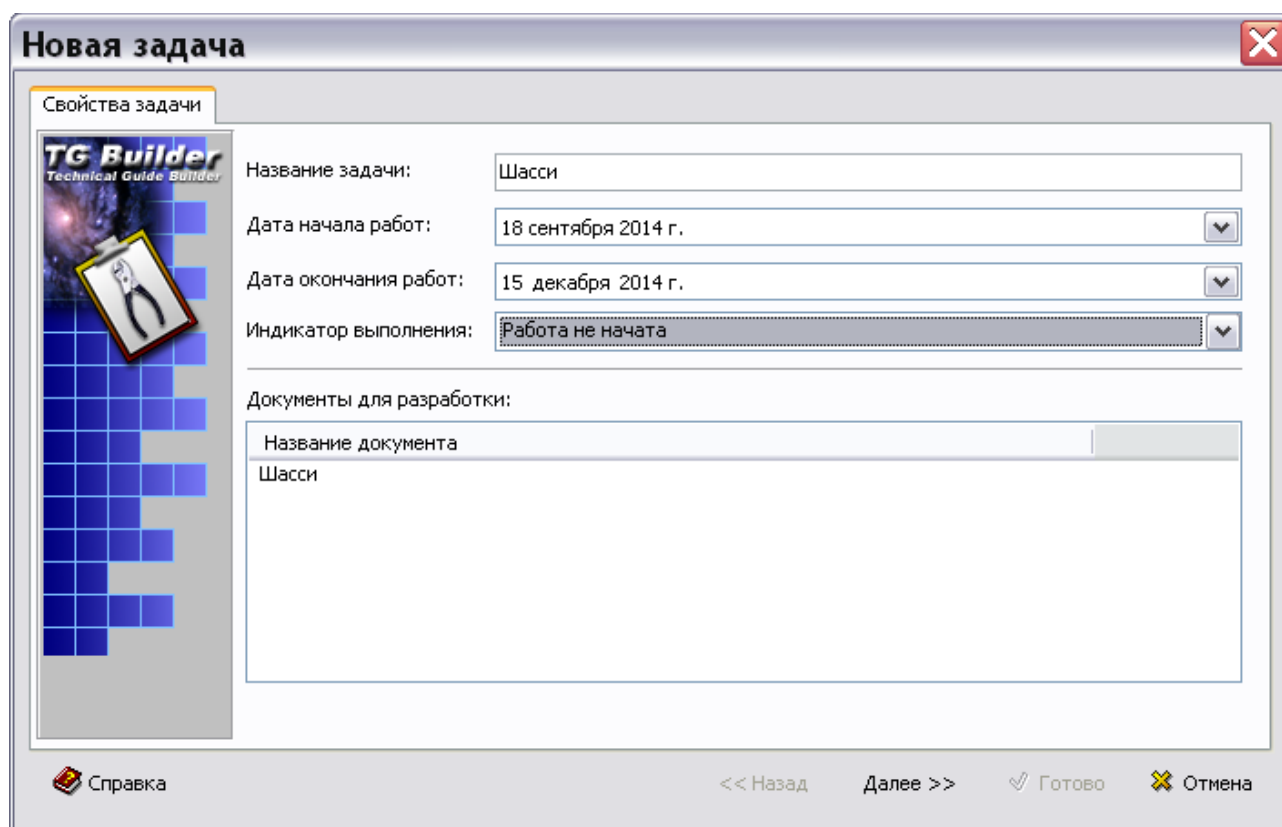

Рис. 2.69
3. В появившемся окне **Новая задача** на вкладке **Свойства задачи** укажите **Дату начала работ** и **Дату окончания работ** (Рис. 2.69).
4. Выберите из выпадающего списка **Индикатор выполнения** вариант «Работа не начата» (Рис. 2.69). Другие возможные индикаторы рассмотрены в разделе 2.3.2 «Свойства задачи».